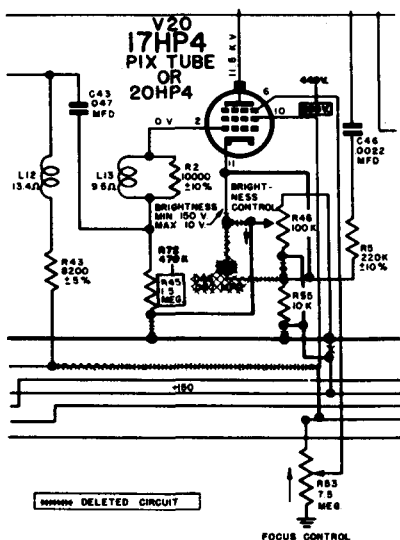

Fig. 46 — Zenith
**Using wider latitude picture tubes (see Fig. 46).**